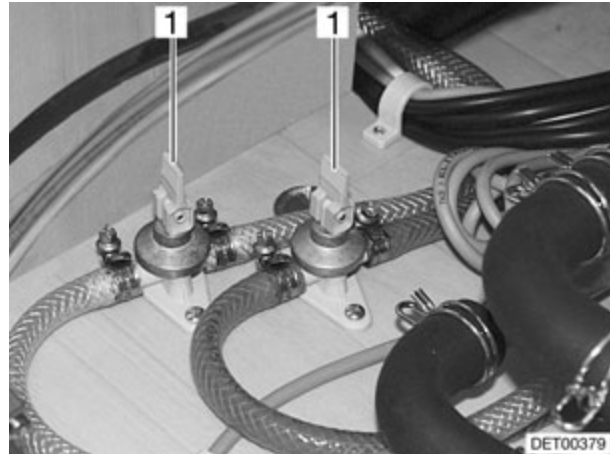

Fig. 109 Robinets de vidange
- Fermer les robinets de vidange. Placer les leviers à bascule (Fig. 109,1) en position horizontale.
- Ouvrir les robinets de vidange. Pour cela, placer les leviers à bascule (Fig. 109,1) en position verticale. Le chauffe-eau est vidé à l'extérieur par le biais des robinets de vidange.